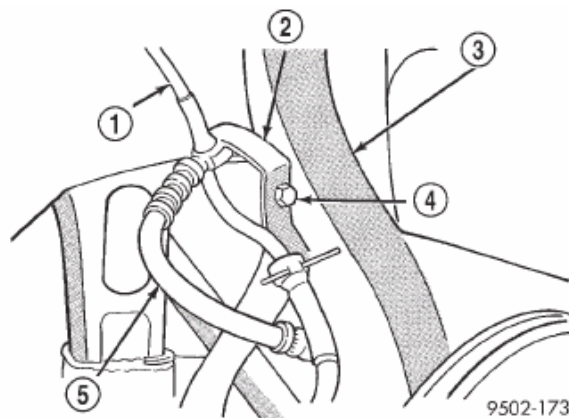

Fig. 9 Abrazadera guía del cable del sensor de velocidad de la rueda
(11) Si el vehículo está equipado con frenos antibloqueo, retire la abrazadera guía del cable del sensor de velocidad de la articulación de la dirección (Fig. 9)